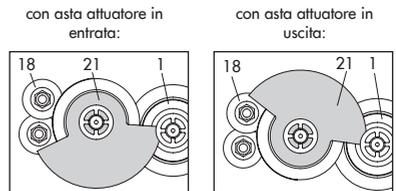

Fig. 9: Allineamento dell'unità camme di contatto
8. Inserire l'unità camme di contatto (21) sull'alberino in base alla posizione dell'asta attuatore secondo Bild 9. Assicurarsi che il dentino più distante del supporto della camma si impegni nella ruotina dell'ingranaggio intermedio (1). Inoltre, le ruotine di taratura (18) devono impegnarsi correttamente negli ingranaggi corrispondenti delle camme di contatto (21)
9. Fissare l'unità camme di contatto (21) e l'ingranaggio intermedio (1) con l'anello di fissaggio (3), spingendolo verso il basso fino al suo blocco.
10. Disporre la morsettieria (17) sulla base del supporto a 45° (circa) con gli interruttori rivolti verso gli ingranaggi, quindi spingere l'estremità superiore della morsettieria verso gli ingranaggi, finché questa sarà in posizione verticale e inserita correttamente nel supporto.
11. Riportare la piastra dell'attuatore (12) nella propria guida. Assicurarsi che gli ingranaggi siano agganciati correttamente. Fissare la piastra con le viti.